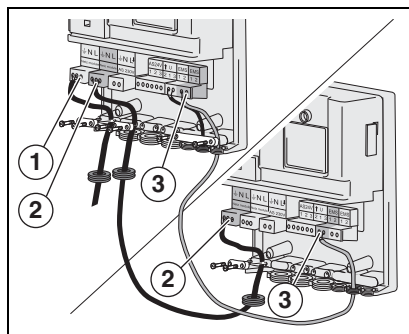

Bild 4 Zwei Module miteinander verbinden, Netzanschluss herstellen
Es ist möglich, mehrere unterschiedliche Module (z.B. EM10 und VM10) miteinander zu verbinden. Um 2 oder mehr Module miteinander zu verbinden, können der Netzanschluss (→ Bild 4, [2]) und der EMS-Anschluss (→ Bild 4, [3]) immer überbrückt werden.
- ▶ Schließen Sie den Logamatic RC Temperaturregler am EMS-Anschluss an (→ Bild 4, [3]).
- ▶ Schließen Sie den 230 VAC-Netzanschluss an (→ Bild 2, [1] und Bild 4, [1]).